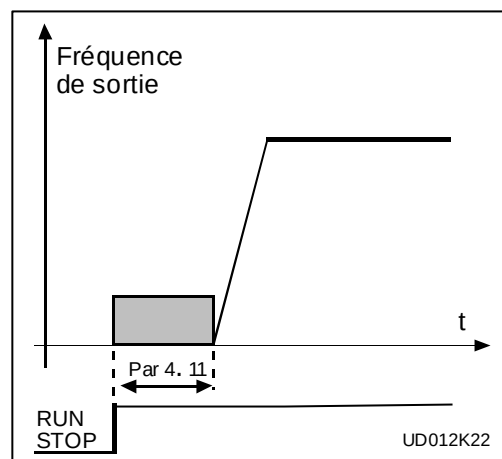

Figure 6.5-15 Temps de freinage à CC au démarrage.
- >0** Le freinage à courant continu est activé quand la commande de démarrage est donnée et ce paramètre définit le temps avant que le freinage soit relâché. Après que le freinage est relâché, la fréquence de sortie augmente selon le paramètre de fonction de démarrage réglé 4.6 et les paramètres d'accélération (1.3, 4.1 ou 4.2, 4.3), voir figure 6.5-15.